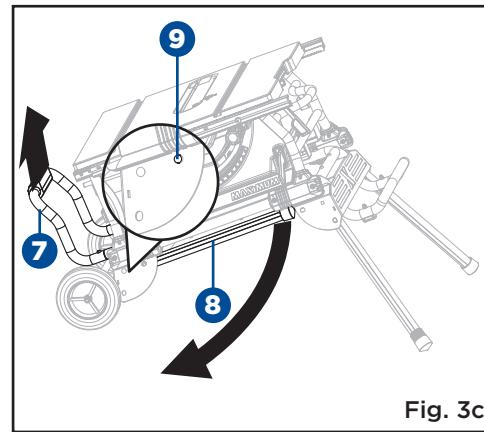

Fig. 3c
- Saisissez la poignée béquille du support (7) et soulevez-la jusqu'à ce que deux autres pattes de support (8) soient soulevées du sol, puis dépliez deux autres pattes de support (8). Pour ce faire, poussez les goupilles de verrouillage (9) jusqu'à ce qu'elles dégagent les pattes de support (8) des trous, puis faites pivoter les pattes de support (8) vers le bas jusqu'à ce que les pattes de support soient verrouillées avec les goupilles de verrouillage (9) engagées dans les trous. (Fig. 3c) Assurez-vous que la scie d'établi est équilibrée et que quatre pattes sont fermement debout sur le sol.